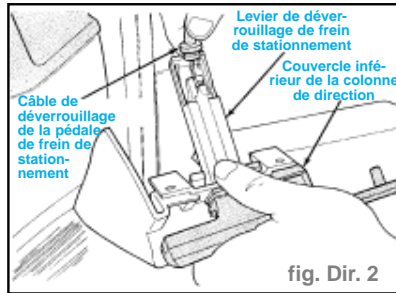

fig. Dir. 2
- Déposer du levier de déverrouillage de frein de stationnement le câble de déverrouillage de la pédale. (fig. Dir. 2)
- Poser le câble de déverrouillage de la pédale de frein de stationnement sur le levier de déverrouillage de frein de stationnement, dans le couvercle inférieur de colonne de direction (fig. Dir. 2)